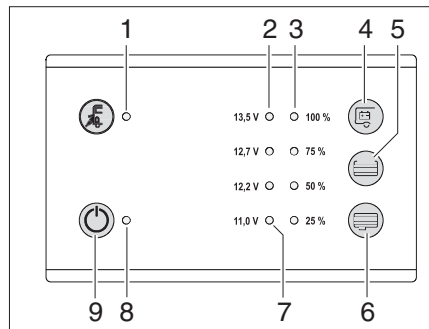

Bild 78 Panel LT 100
Der Tankfüllstand des Wassertanks kann mit dem Sensor-Tastfeld (Bild 78,5) abgefragt werden.
- Sensor-Tastfeld (Bild 78,5) berühren: Der Füllstand des Wassertanks wird in vier Stufen mit den LEDs (Bild 78,3) (25 % bis 100 %) angezeigt.
Der Tankfüllstand des Abwassertanks kann mit dem Sensor-Tastfeld (Bild 78,6) abgefragt werden.
- Sensor-Tastfeld (Bild 78,6) berühren: Der Füllstand des Abwassertanks wird in vier Stufen mit den LEDs (Bild 78,3) (25 % bis 100 %) angezeigt.
Batteriespannung Mit dem Sensor-Tastfeld (Bild 78,4) kann die Batteriespannung der Wohnraumbatterie angezeigt werden.
Die Kontroll-LEDs (Bild 78,2) zeigen die Batteriespannung an.
- Rote Warn-LED (Bild 78,7) leuchtet: Batteriespannung über 11,0 V
Die rote Warn-LED (Bild 78,7) leuchtet, sobald die Spannung der Wohnraumbatterie nur noch 11 V (Messung im laufenden Betrieb) beträgt und damit Tiefentladung droht.
Der 12-V-Hauptschalter (Bild 78,9) schaltet das Panel und die 12-V-Versorgung des Wohnraums ein und aus.
- Sensor-Tastfeld (Bild 78,9) berühren: Die 12-V-Versorgung des Wohnraums ist eingeschaltet. Die Kontroll-Leuchte (Bild 78,8) leuchtet grün.
- Sensor-Tastfeld (Bild 78,9) erneut berühren: Die 12-V-Versorgung des Wohnraums ist ausgeschaltet. Die 12-V-Kontroll-Leuchte (Bild 78,8) erlischt.
Die 12-V-Kontroll-Leuchte (Bild 78,8) leuchtet, wenn der 12-V-Hauptschalter (Bild 78,9) eingeschaltet ist.
Die gelbe 230-V-Kontroll-Leuchte (Bild 78,1) leuchtet, wenn am Eingang des Elektroblocks Netzspannung vorhanden ist.